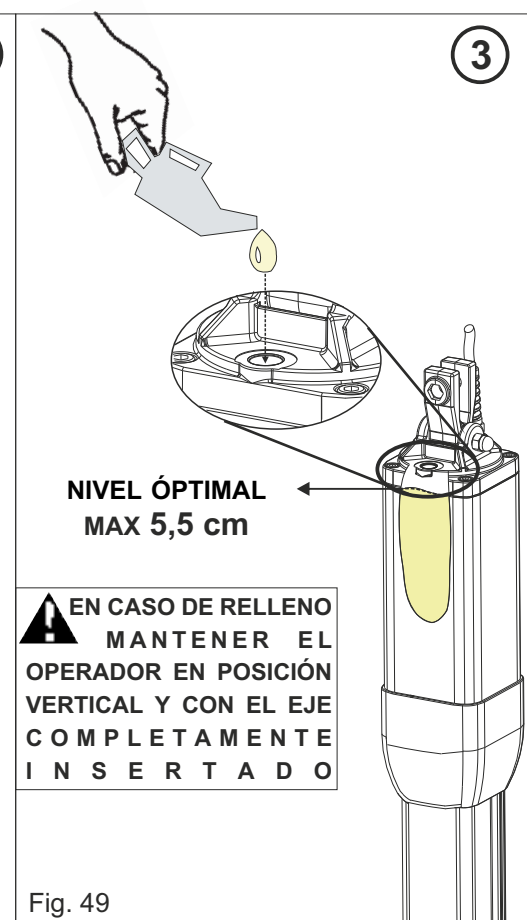

Fig. 49
- 1) Desbloquear el operador (según el procedimiento de desbloqueo en Fig. 49 y Fig. 50)